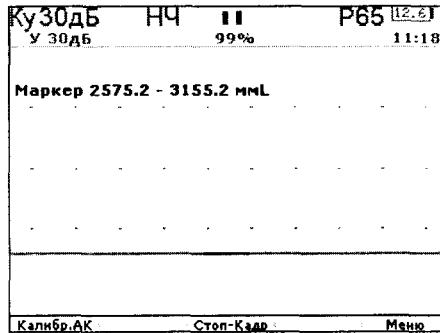

Рисунок 62
1.1 Нажатием клавиши **НЧ** переключить дефектоскоп в режим работы с ПЭП П122-0,1(0,5) с разверткой типа **A** на экране (рисунок 62).